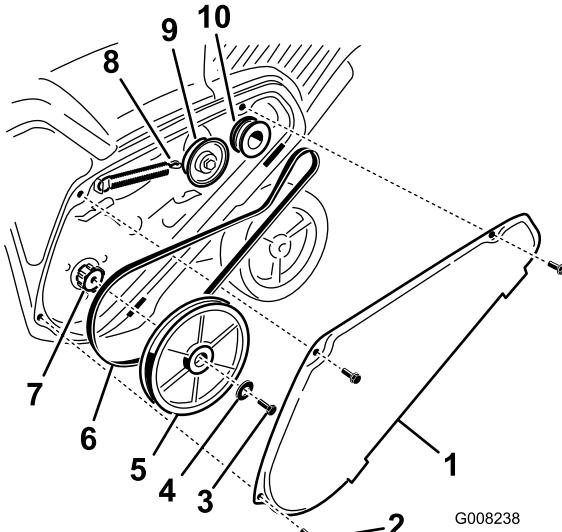

Figure 36
2. Décrochez le ressort de frein du bras de la poulie de tension pour détendre la courroie (Figure 36).
3. Enlevez la vis et la rondelle bombée qui retiennent la poulie de rotor (Figure 36).
4. Retirez la poulie de rotor et la courroie d'entraînement (Figure 36).
Remarque: Acheminez la courroie neuve autour de la poulie du moteur, puis de la poulie de tension, et enfin autour de la poulie de rotor desserrée, située juste au-dessus de l'arbre de rotor (Figure 36).
6. Montez la poulie de rotor sur l'arbre de rotor (Figure 36).
7. Montez la rondelle bombée et le boulon de fixation de la poulie de rotor, et serrez-les solidement (Figure 36).